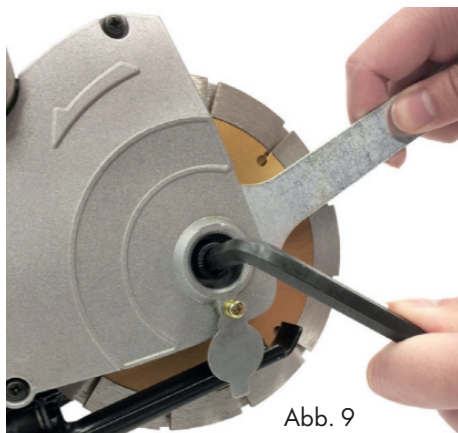

Abb. 9
- Schrauben Sie die Verschraubung gegen den Uhrzeigersinn heraus, Abb.9.